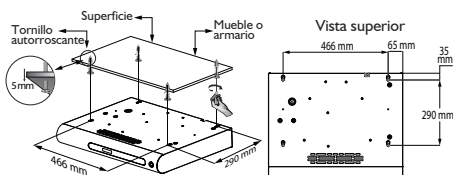

Figura 9
Instalación debajo del techo del mueble. (Ver figura 9)
- Apoye la cara superior de la campana sobre la superficie de instalación, marque los puntos donde se ubicarán los tornillos. Verifique que las medidas entre perforaciones coincidan con las indicadas en la figura 9.